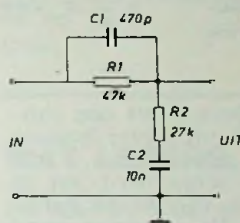

Fig. 1
- a) een filter ontworpen (zie fig. 1);  $R_1$ ,  $R_2$ ,  $C_2$  vormen een laag-op filter,  $R_1$ ,  $C_1$ ,  $R_2$  vormen een hoog-op filter, resultaat: midden-af filter.